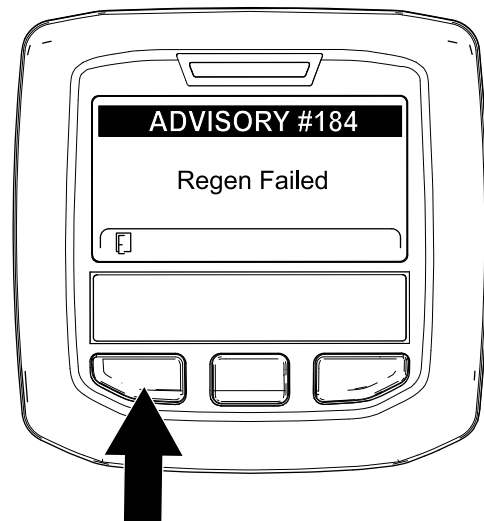

Figure 59
**Remarque:** Si la régénération échoue, l'InfoCenter affiche l'avis n° 184 (Figure 59). Appuyez sur le bouton gauche pour revenir à l'écran d'accueil.